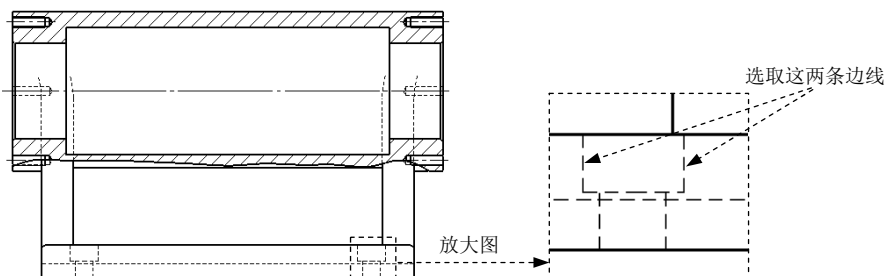

图 6.15.30 选取边线
(2) 选择命令。选择下拉菜单 **插入(I) → 注解(A) →  中心线(C)...** 命令，系统弹出“中心线”对话框。
(3) 选取要添加中心线的沉头孔边线。选取图 6.15.30 所示的两条边线。
(4) 单击“完成”按钮 ，完成中心线的创建。